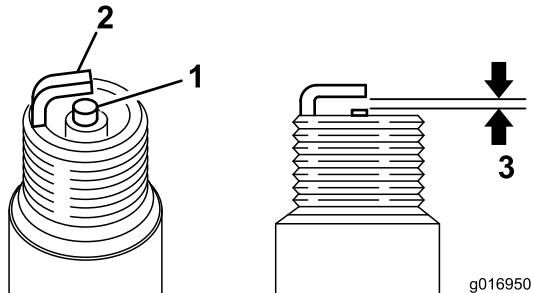

Figura 35
3. Ajuste a folga para 0,6 a 0,7 mm (Figura 35). Monte a vela com a folga correcta e aperte-a com uma força de 23 Nm.